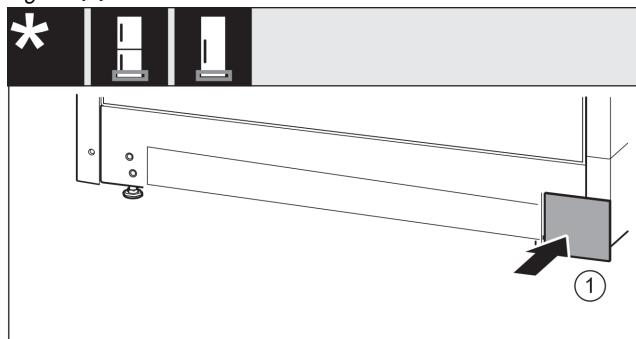

Fig. 15
- Ponovno nataknite pokrov na drugu stranu. Fig. 15 (1)